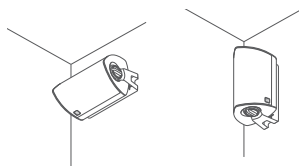

Figure 1
- Positionnez les enceintes AW aussi près que possible de la zone d'écoute. Les enceintes sont orientables horizontalement ou verticalement (voir Figure 1).